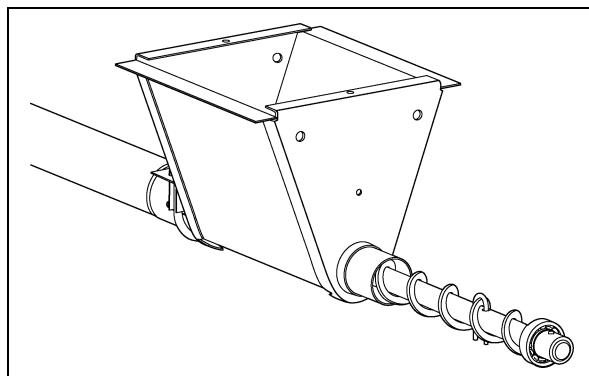

Рисунок 4АС
7. Не снимая щипцов, вставьте промежуточный вал в сборе в шнек и пропустите шнек через U-образный болт, как показано на Рисунок 4АС. Убедитесь, что промежуточный вал в сборе установлен до шайбы подшипника.